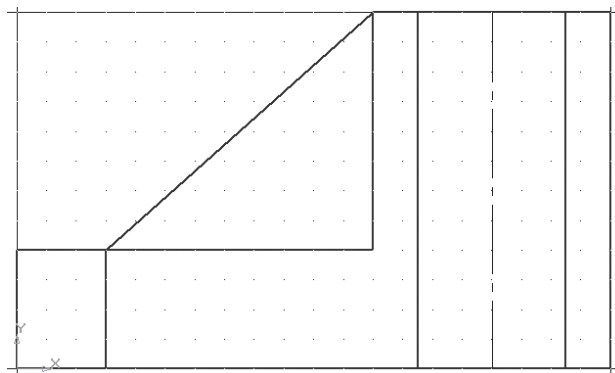
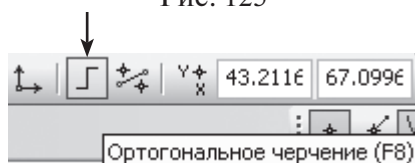

Рис. 125
Рис. 126
16. Для построения главного вида в проекционной связи с видом сверху использовать команду *Вертикальная прямая* . Обвести контур главного вида можно при использовании команды *Отрезок* или команды *Непрерывный ввод объектов*  (рис. 125) и активизации *Ортогонального черчения* (F8) (рис. 126).